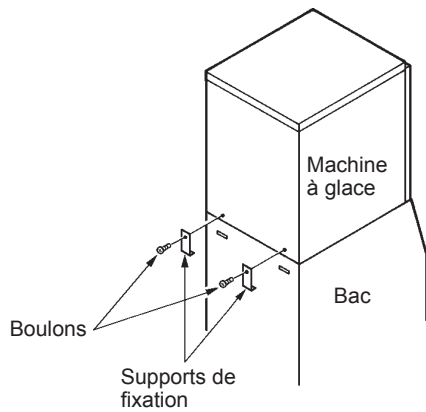

Fig. 6
- 6) Fixer la machine à glace sur le bac de stockage au moyen des deux supports de fixation et des deux boulons fournis. Voir Fig. 6.